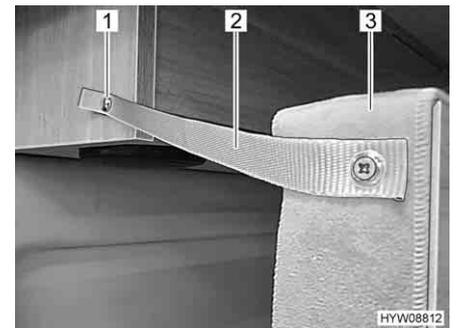

Bild 30 Sicherung hinten
- Bett (Bild 30,3) mit Sicherungsband (Bild 30,2) und Druckknopf (Bild 30,1) am Dachschränk befestigen.
- Druckknopf (Bild 30,1) am Dachschränk lösen.